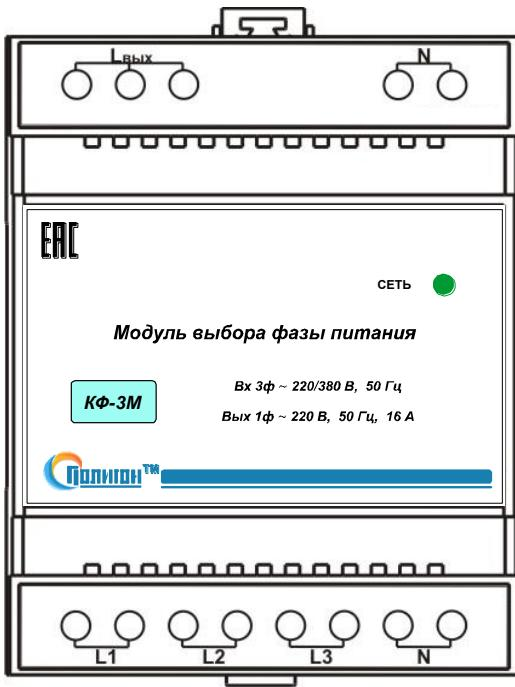

Рис.1. Порядок подключения реле.
4.3. Произвести подключение входной контролируемой сети и цепей нагрузки согласно маркировке (Рис.1.):